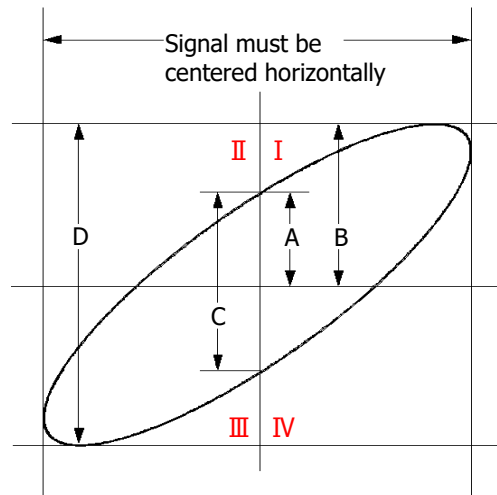

Figure 4-1 リサージュ図
4. 上図の測定結果を確認します。Figure 4-1 のリサージュ図に従うと、 $A/B=1$ 、 $C/D=1$ です。したがって位相差は $\theta = \pm \arcsin 1 = 90^\circ$ になります。